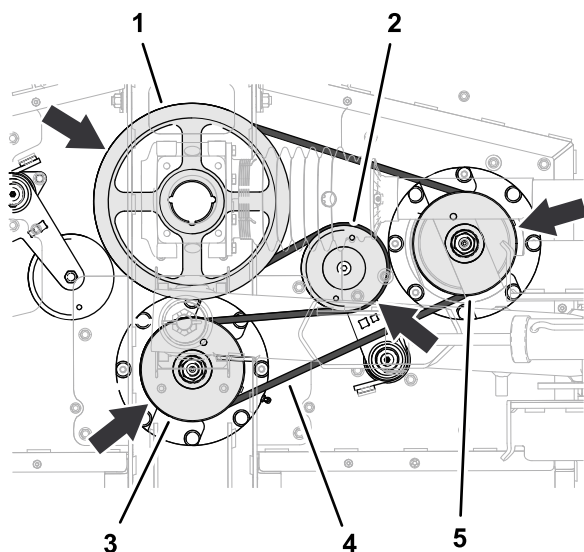

図 68
1. 長いベルトを駆動プーリ、中央スピンドルプーリの上側の溝と、右側スピンドルプーリにセットする 図 68。
2. パールなどを使って短いベルトのベルトテンショナを左に回して、テンショナのプーリにベルトを取り付ける 図 68。